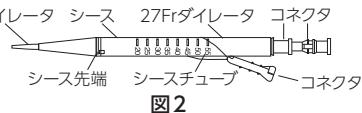

図2
- シース先端が27Fr ダイレータの目盛の0点のところに位置するよう嵌合させる。(図2)以下、この状態をシースダイレータと呼ぶ。